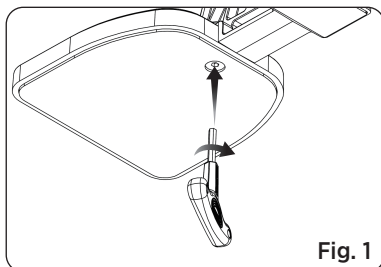

Fig. 1
1. Rikta in de fallskyddade monteringskruvarna med monteringshålet och använd nyckeln för att fästa slipbasen ordentligt på huvudstativet. (Se Fig. 1)